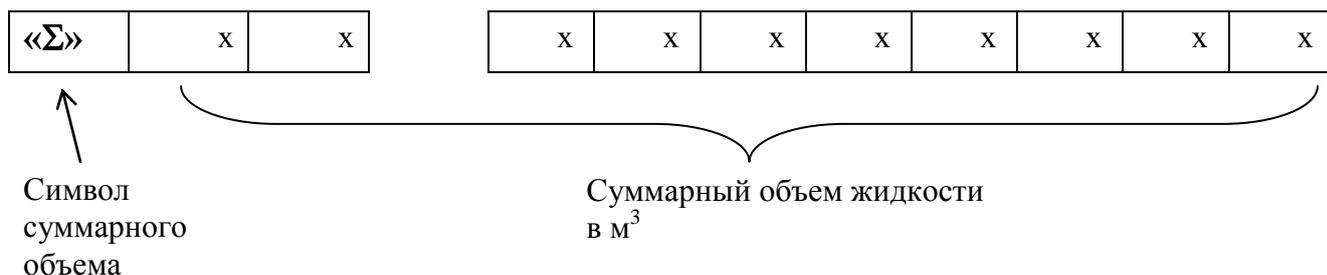

Рис. 7. Отображение суммарного объема стоков.
1.5.1.3. При выборе пункта меню «Суммарный объем жидкости» на индикатор БИТТ-01 выводится информация, как показано на рис. 7.